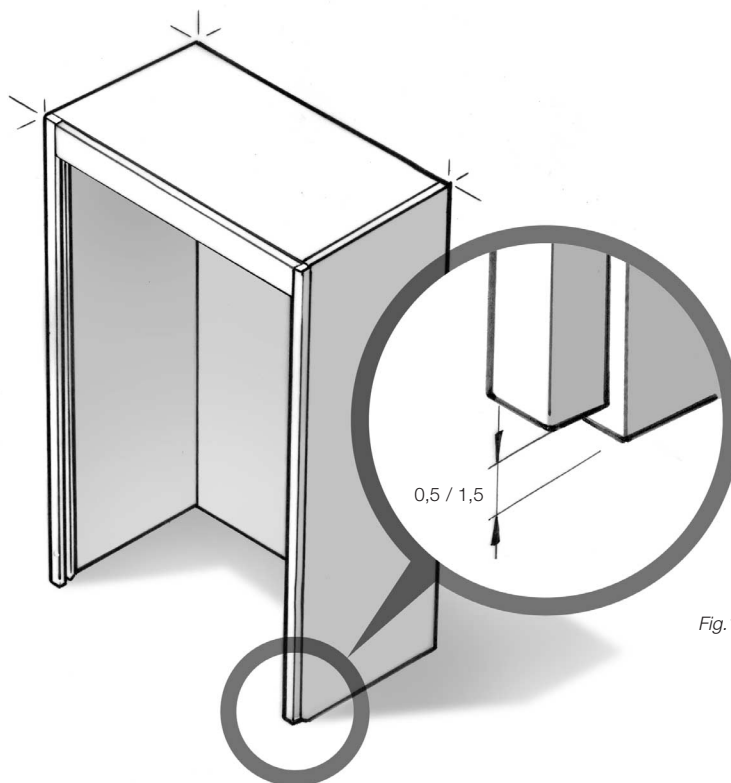

Fig.14
- Posicionamiento armario sobrepuesto: 0,5 mm desde borde inferior del casco (fig. 14)